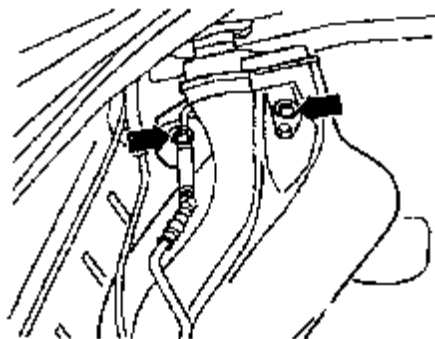

图 4-170 拆卸加油口紧固螺栓
(1) 查取收音机防盗密码。关闭点火开关，断开蓄电池接地线。
(2) 对于前轮驱动轿车的油箱，从行李舱底板装饰板下拆下油箱法兰盖。对于四轮驱动轿车的油箱，拆卸前、后消声器和后桥。拆卸后排座椅座垫，从后排座椅垫（右侧）下拆下油箱法兰盖。拆下后消声器（右侧）上面的隔热罩。
(3) 松开 4 芯插头并拆下。
(4) 拆卸右后轮罩衬板，用抽油器 V.A.G1433A 排放燃油，清洗加油口周围区域。打开油箱盖板，撬开橡胶油杯上的紧固环（在加油口处），向内压橡胶油杯。拧下 2 个轮罩衬板下的加油口紧固螺栓（图 4-170 箭头所示）。